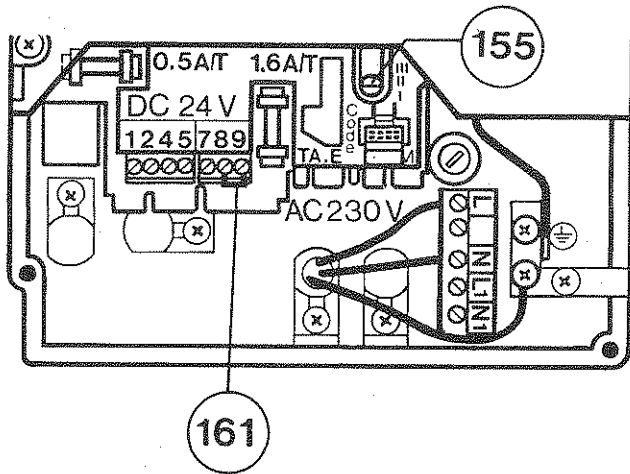

Fig. 14
- Tilslutningskablet forbindes til klemmerne L, N og \perp (fig. 14).
Kedlen leveres med omskifter i stilling II. (fig. 14).
Pumpefunktion kan vælges med omskifteren 155 på fig. 14.